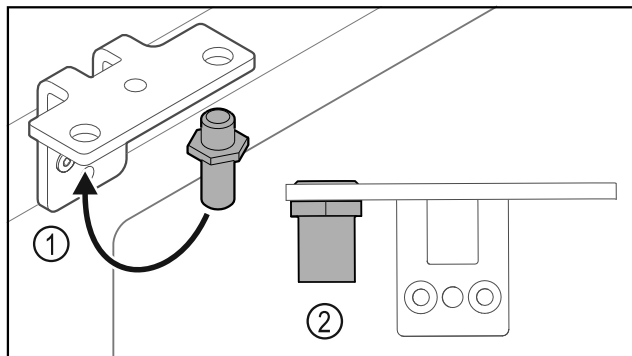

Fig. 25
- ▶ Premiestnite čap Fig. 25 (1) v uholník závesu.
- ▶ Uťahnite čap Fig. 25 (2) **uťahovacím momentom 12 Nm**.